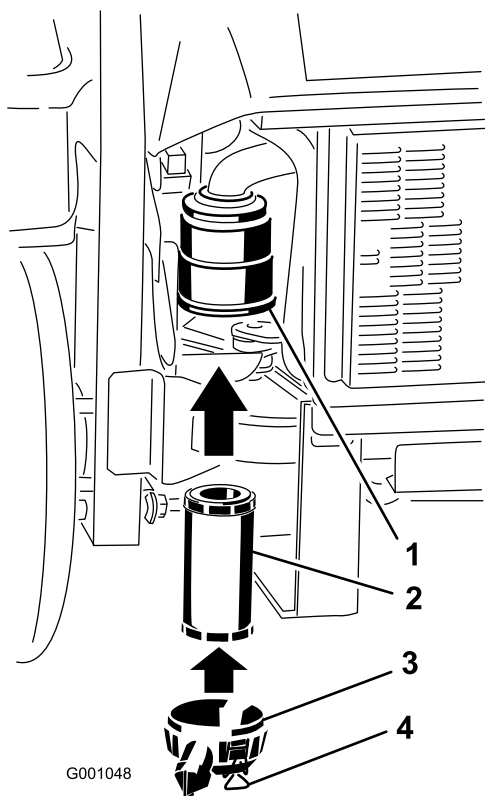

Figure 44
2. Insérez le filtre dans le corps avec précaution (Figure 44). Assurez-vous qu'il est bien engagé en appuyant sur le rebord extérieur.
3. Remettez en place et verrouillez le couvercle du filtre à air (Figure 44).